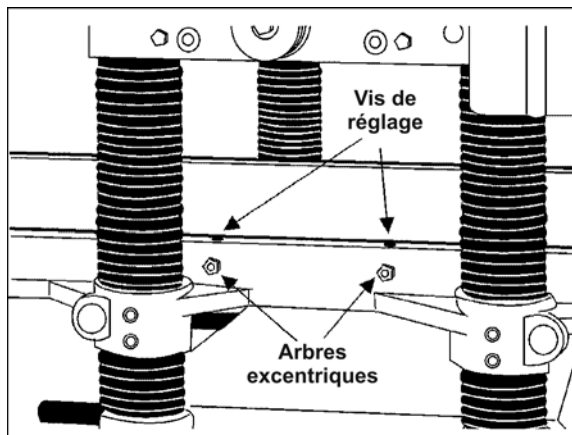

Figure 15
3. Sur l'un des côtés de la table, desserrez les vis de réglage (Figure 15) à l'aide d'une clé hexagonale de 3 mm et tournez les arbres excentriques pour soulever ou abaisser les rouleaux.